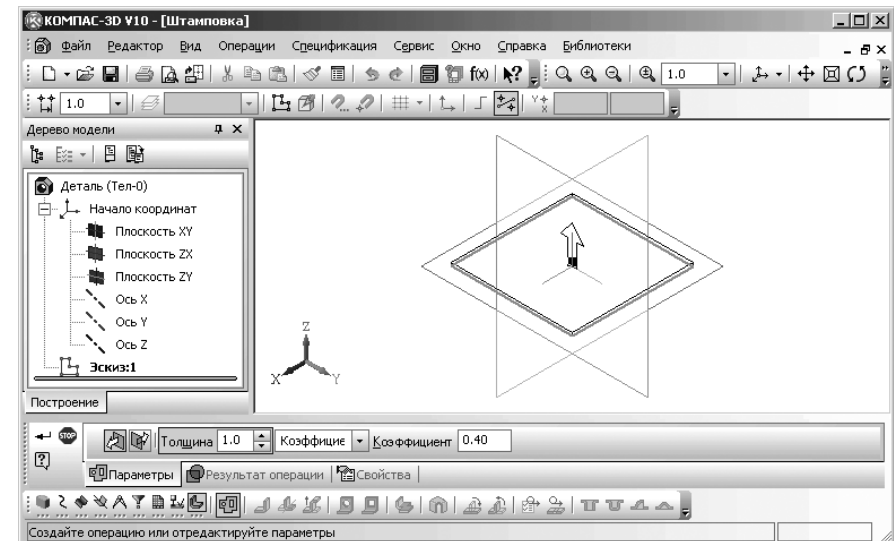

Рис. 7.72. Фантом исходной листовой детали для создания закрытой штамповки
- щелкните дважды в поле **Коэффициент** – например, значение 0.4, а затем нажмите на клавишу **Enter**. Это состояние системы показано на рис. 7.72.